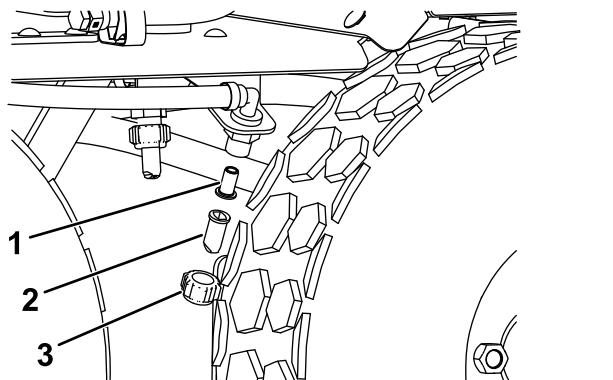

Figure 56
1. Nettoyez la surface autour de la buse de pulvérisation (Figure 56).